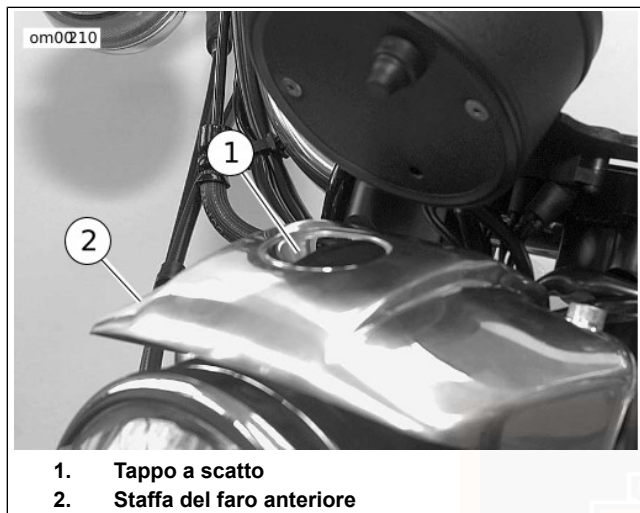

Figura 41. Tappo a scatto del faro anteriore: modelli Sportster
1. Vedere Figura 41. Togliere il tappo a scatto (1) sulla parte superiore della staffa del faro anteriore (2).